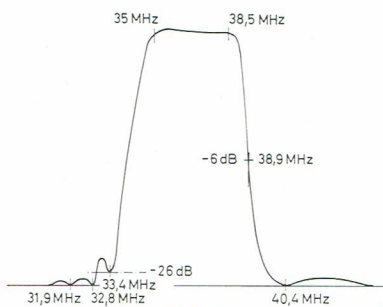

FIG. 22
- Vérifier si la courbe fig. 22 est obtenue.